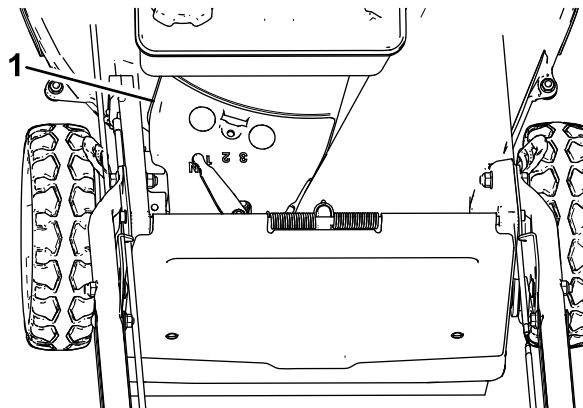

Рисунок 36
3. Снимите крышку ремня (Рисунок 36) с корпуса газонокосилки.